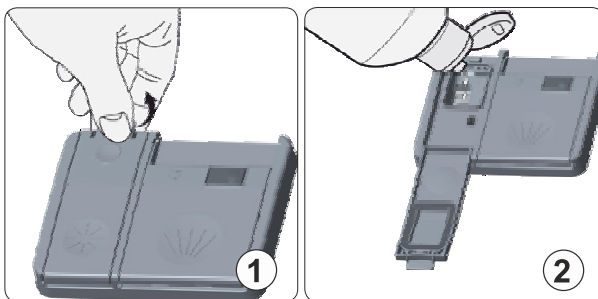

Рис. 4
- Откройте крышку дозатора ополаскивателя (рис. 4, иллюстрация 1).
- Налейте ополаскиватель в дозатор до максимального уровня (рис. 4, иллюстрация 2).